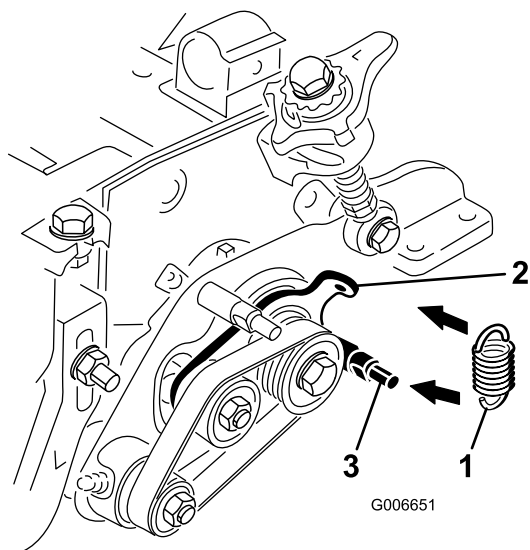

Рисунок 11
22. Вставьте крюк пружины в отверстие выступа пластины натяжного ролика и проложите ее по канавке на нижнем стержне пластины механической щетки (Рисунок 11). Открытый конец крюка пружины должен быть направлен в сторону ведущего шкива.